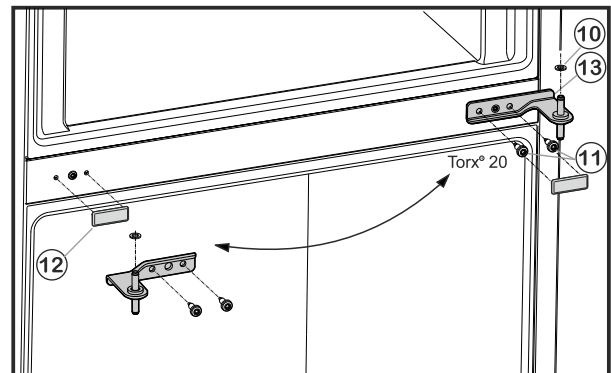

Fig. 6
- ▶ Открутите крепежные винты Fig. 6 (11) (2 шт. Torx® 20) и извлеките средний опорный кронштейн из нижней дверцы.
- ▶ Снимите пластиковую шайбу Fig. 6 (10).
- ▶ Осторожно снимите крышку Fig. 6 (12).
- ▶ Установите крышку Fig. 6 (12) на противоположной стороне.
- ▶ Вставьте средний опорный кронштейн Fig. 6 (13) с поворотом на 180° в нижнюю дверцу и прикрутите с помощью крепежных винтов Fig. 6 (11) (2 шт. Torx® 20) на новую сторону шарнира **(с моментом 4 Нм)**.
- ▶ Снова установите пластиковую шайбу Fig. 6 (10).
- ▶ Установите верхнюю дверцу на средний опорный кронштейн Fig. 6 (13).